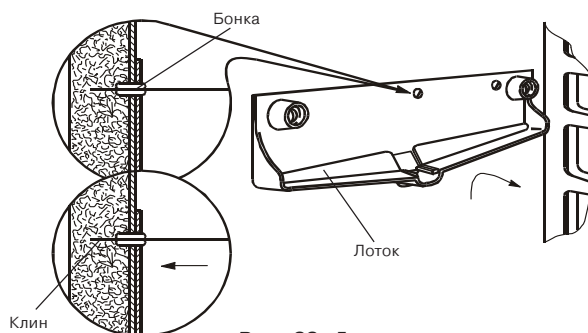

Рис. 33. Демонтаж лотка
- ♦ протолкнуть клины бонки в ППУ со стороны внутреннего шкафа острым предметом (рис. 33);
- ♦ приподнять лоток (рис. 33) вверх и извлечь его из камеры.